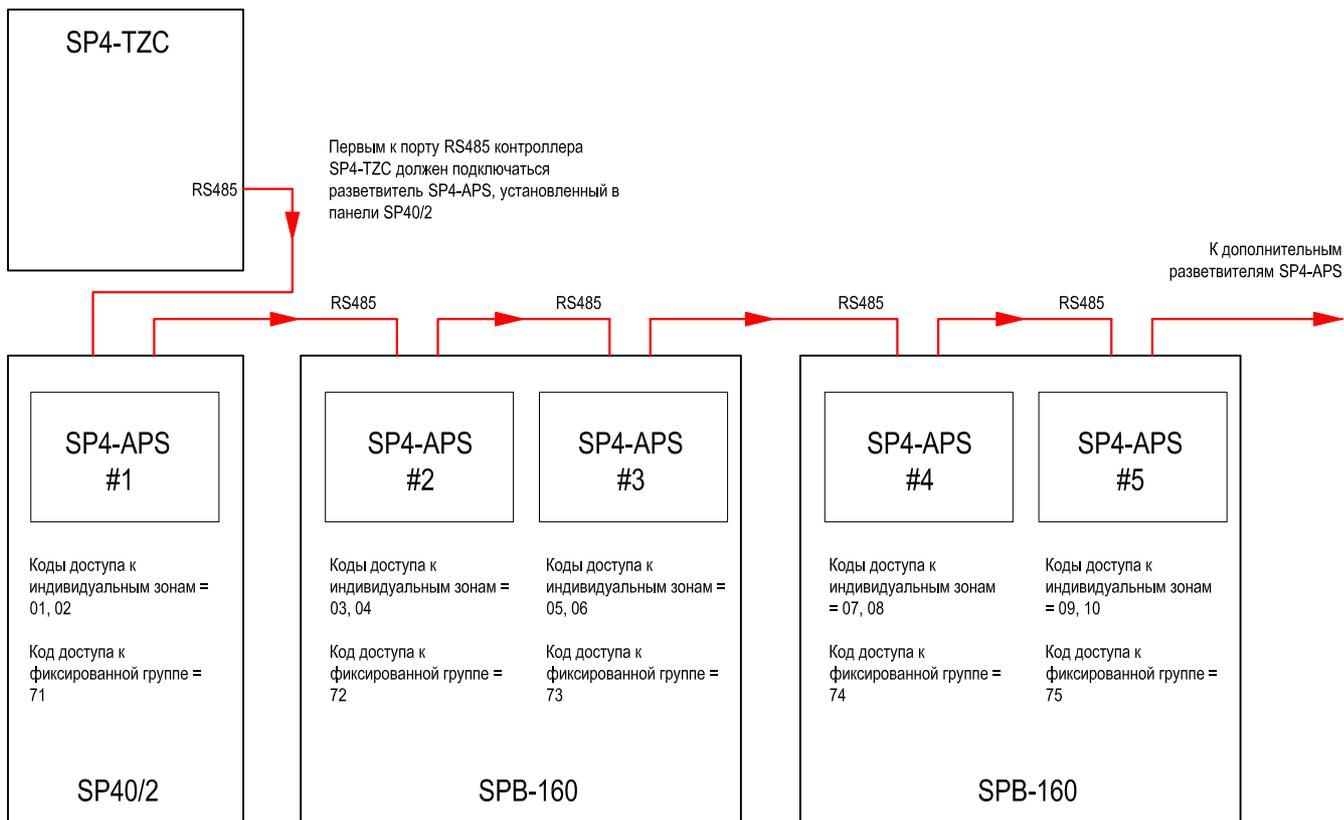
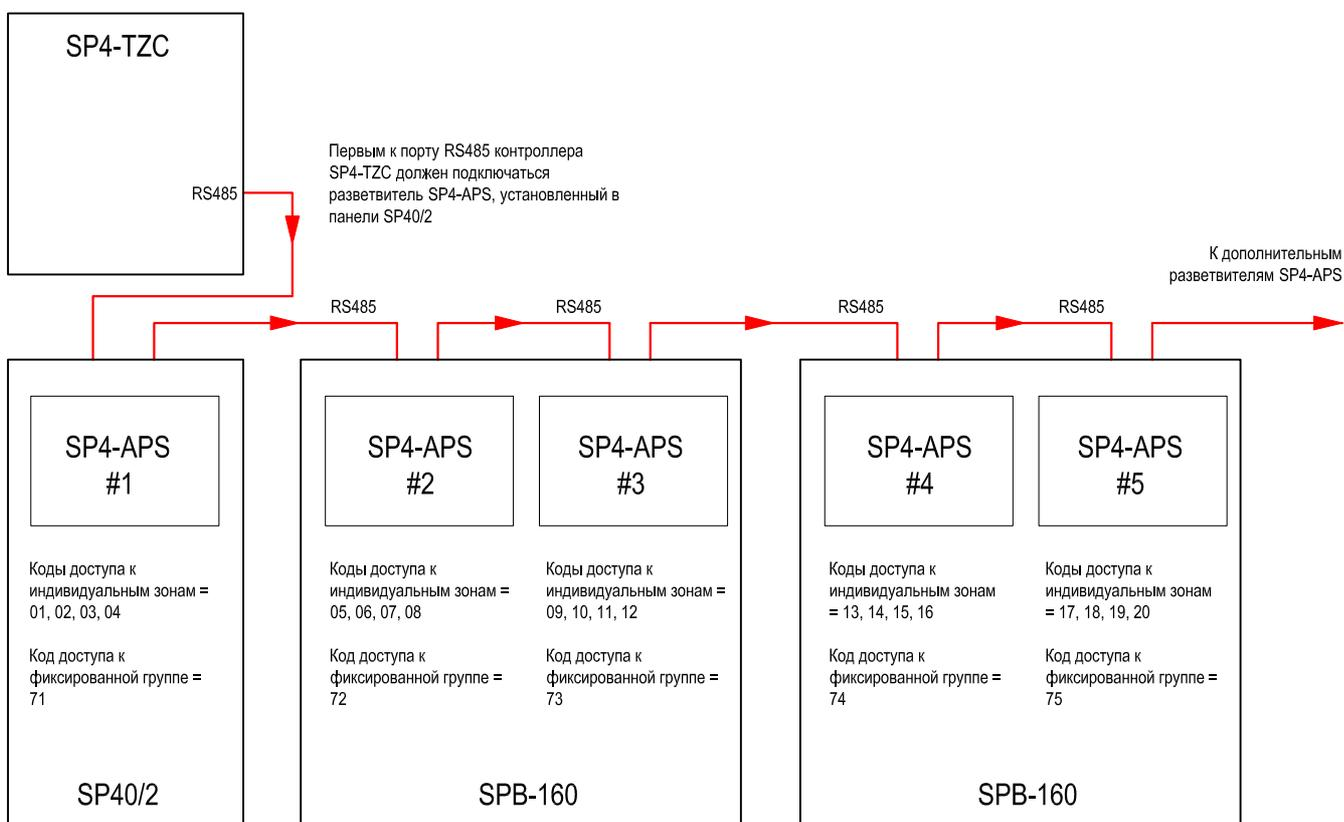

Рис. 1. Маршрут цепи RS485 от SP4-TZC до последнего разветвителя (кольцевые шлейфы)
Рис. 2. Маршрут цепи RS485 от SP4-TZC до последнего разветвителя (радиальные шлейфы)
На Рис.1 показан маршрут цепи цифрового интерфейса RS-485 и последовательность разветвителей в этой цепи. Первым разветвителем, подключенным к цепи RS-485, всегда должен быть тот из разветвителей, который установлен в панели SP40/2. Следует заметить, что в примере на Рис.1 показана система с кольцевыми зонами (Класс А) и коды доступа назначены соответствующим образом. В качестве примера бустерного звукового усилителя применена панель SPB-160.
Если система работает с радиальными линиями, тогда индивидуальным зонам пейджинга в торговом зале будут присвоены коды доступа “01” - “04”, а в администрации - “05” - “08”. Фиксированной группе зон в этом случае останутся прежними: фиксированной группе торгового зала будет присвоен код доступа “71”, а фиксированной группе зон администрации – “72”. Смотрите Рис.2, на котором показан пример системы с радиальными линиями (Класс В).
**Примечание:** Не рекомендуется извлекать из печатной платы контроллера SP4-TZC модуль микропроцессора. Извлекать и устанавливать модуль микропроцессора следует, только совместив его с маркерным ключом, который показан на Рис.1. Также необходимо убедиться в том, что выровнены все штырьковые разъемы на печатной плате.
**Примечание:** Обратитесь к разделу 1.1, Рис.1 и Рис.2 – там показана правильная последовательность подключения.